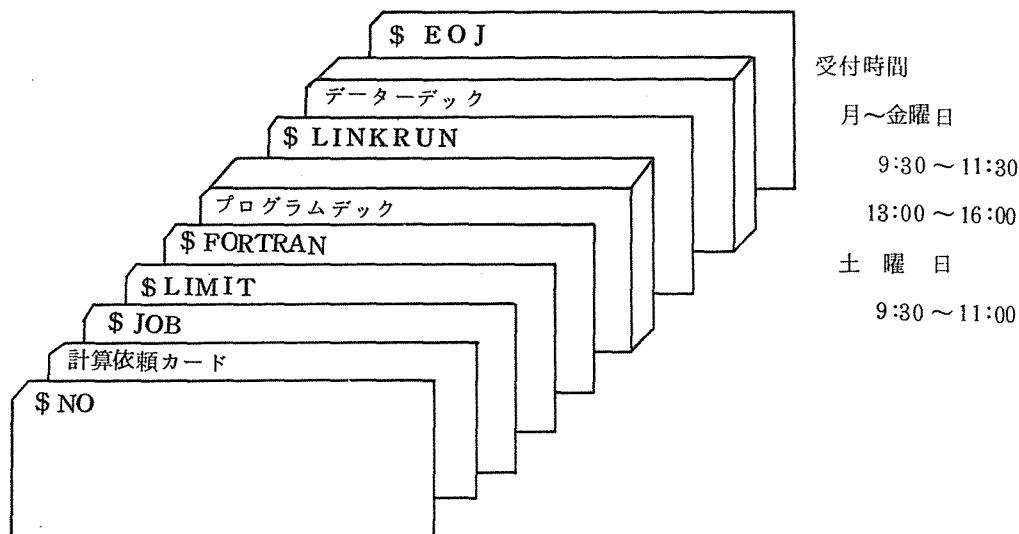

図4-2 標準形カードデッキ構成（センター入力）
② Cおよび特殊JOBを依頼される時は、図4-2の要領でカードデッキを用意し、Noカード、計算依頼カードに必要事項を記入の上ジョブ受付に提出して下さい。
① 豊中連絡所から計算依頼される時は、図4-2の要領でカードデッキを用意し、Noカード計算依頼カードに必要な事項を記入の上、連絡所受付に提出して下さい。
利用者旅費制度を利用され優先JOBとして計算依頼される時は図4-2の要領でカードデッキを用意しNOカード計算依頼カードに必要事項を記入の上ジョブ受付に提出して下さい。受付時間はジョブ受付時間内に限ります。